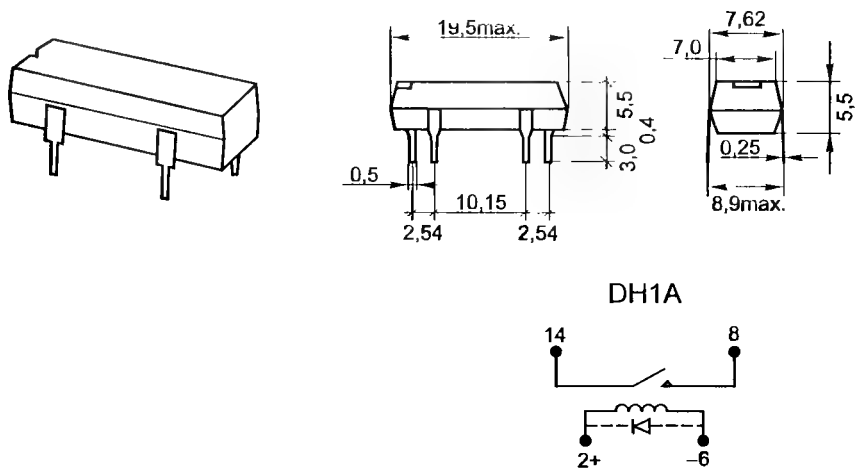

Рис. 7.8. Герконовые реле серии DH
1. Внутренняя схема включения (рис. 7.8). DH1A